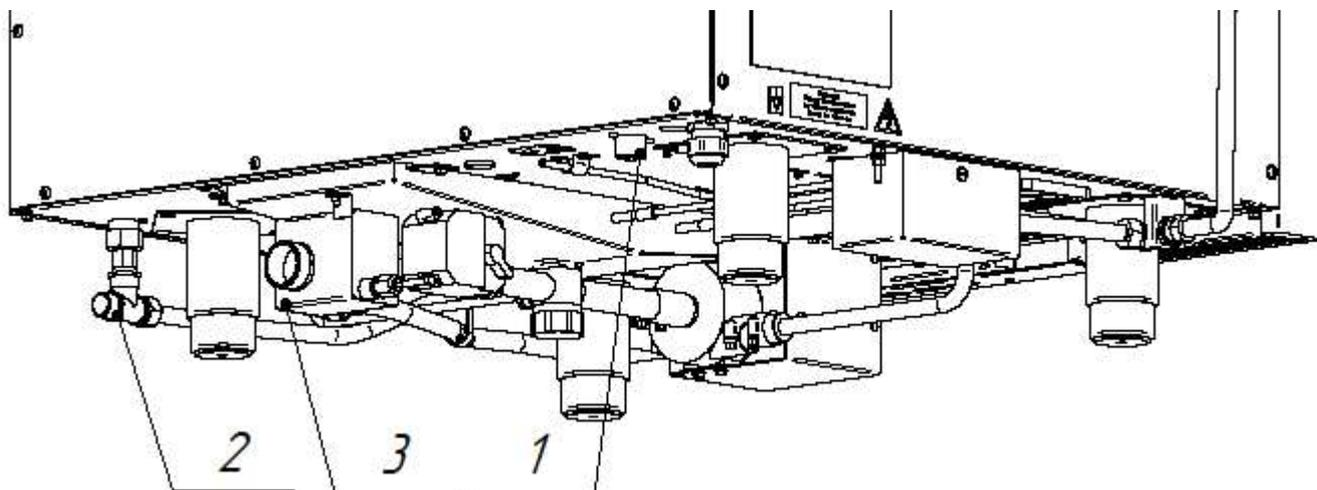

Рис. 4. Подключение к системе водоснабжения
• G3/4" (см. рис. 4 поз. 1 (наружная резьба)) – подача воды в духовку. Подключение выполнить только через водоумягчительную установку (водородно-ионного обмена). Рекомендуется использовать фильтр BRITA PURITY C300 Quell ST.
G1/2" (см. рис. 4 поз. 2 (наружная резьба)) – душевому устройству и охлаждение коробки слива. Допускается подключать к неподготовленной воде
- используя шланг из комплекта поставки, подключить пароконвектомат к системе канализации (см. рис. 11). Шланг подключить через штуцер с резьбой G1¼" (рис.4 поз.3). Подключение к канализации выполнить с разрывом струи не менее 20мм от верха приемной воронки (СНиП 2.04.01-85 п. 17.11).